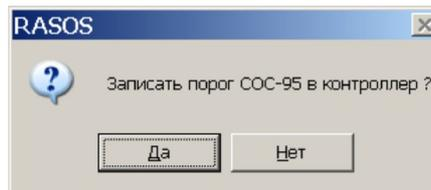

Рисунок 15
- 5) Установить порог приема БКД-М равным 30, выбрав пункт меню «БКД\Прочитать порог СОС-95». Ввести подтверждение записи порога в БКД-М (рисунок 15). Проверить появление сообщения «Порог СОС-95 записан успешно».